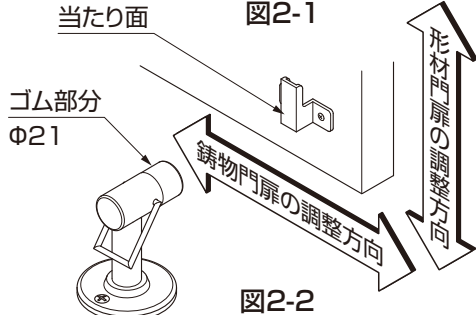

図2-2
- 接地面の水勾配により、門扉仮固定機能付ストッパーAのゴム部分が門扉仮固定機能付ストッパーA受けの当たり面に半分以上当たらない時は、門扉仮固定機能付ストッパーA受けの取付位置を調整してください。(図2-2参照)